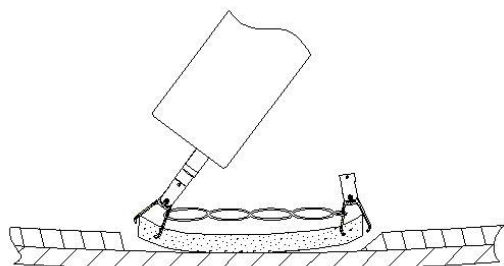
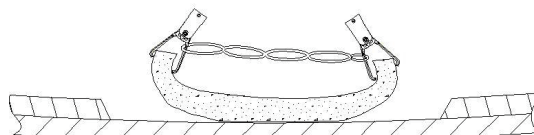

Fig. 5
Fig. 6
10. Una volta che il/la braccio/arcata/proiezione del morsetto endoscopico si sia agganciato/a o ha attraversato l'ansa distale dell'anello elastico, può essere posizionato/a correttamente per essere inserito/a nel tessuto al fine di fornire la trazione/controtrazione/triangolazione desiderata. Una volta che il morsetto endoscopico sia inserito nel tessuto di riferimento e collegato all'anello elastico del morsetto primario, viene staccato dal gruppo del catetere come indicato nella fase 7 precedente (Fig.5 e Fig.6). Quando il tessuto di riferimento viene tagliato e liberato